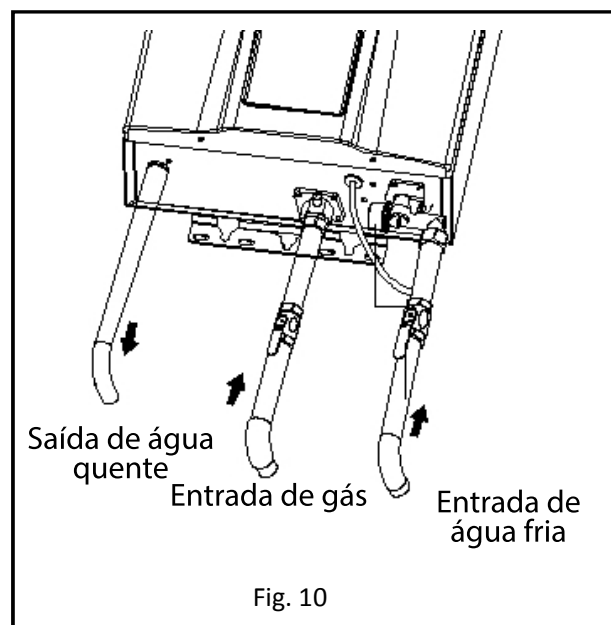

Fig. 10
2. Instalação dos tubos de água e gás (Fig. 10)
(1) Situando-se em frente do esquentador, a entrada de água fria está à sua direita e a saída de água quente está à sua esquerda. Embora o tubo de água possa ser diferente de cobre, recomendamos que o tubo de cobre seja utilizado e tenha pelo menos 0,92 m antes e depois do esquentador (siga códigos locais). Mantenha o tubo de entrada de água a não menos de ½ " de diâmetro para permitir a capacidade de fluxo completo.
(2) Recorde que a pressão da água deve ser suficientemente potente para activar o esquentador e extrair água quente do piso superior. Se as ligações de água quente e fria estiverem invertidas, o esquentador não funcionará. ½ "" as ligações de cobre ou latão funcionam melhor quando se ligam aos conectores. Os conectores são flexíveis para fazer uma instalação simples e deve-se selar a válvula de água através de uma ligação conjunta com uma junta tipo anilha. Não se deve usar fio, fita ou tampão nesta junta. Certifique-se de que não existem quaisquer partículas soltas ou sujidade no tubo. (Fig. 10)
(3) A pressão da água deve ser suficiente para activar o esquentado, a pressão máximado aparelho é de 10 bar, mesmo com os efeitos da expansão da água. A pressão da água no aparelho não deve exceder este valor.